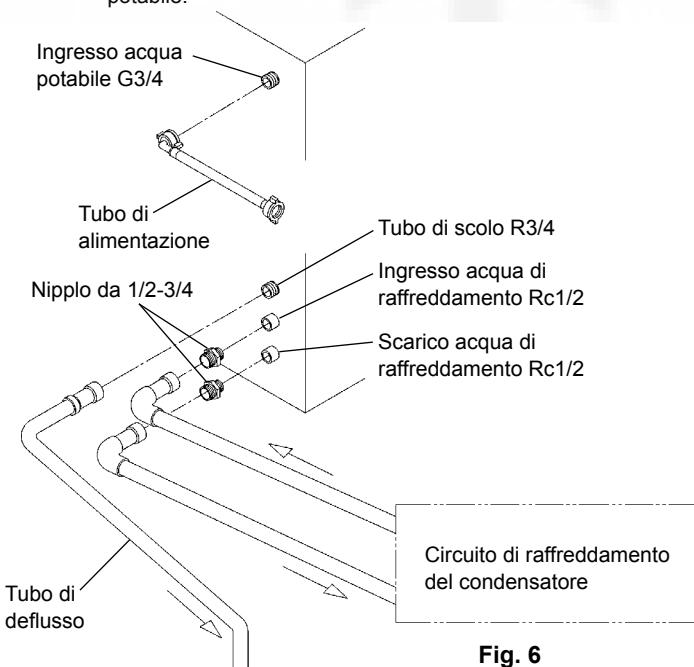

Fig. 6
- * La Hoshizaki raccomanda di collegare il condensatore a un sistema di raffreddamento a circuito chiuso con ricircolo servendosi di un raffreddatore a torre o equivalente (v. Fig. 6 e 7). La formazione d'acqua dovrebbe avvenire tramite un serbatoio di interruzione o una valvola a sfera.
[a] Collegamenti conformi alla normativa WRC in vigore nel Regno Unito (Fig. 6 e 7)
5) Collegare il circuito di raffreddamento del condensatore alle estremità libere dei nippesi da 1/2-3/4 (Fig. 6) servendosi di un tubo rigido adatto. Utilizzare nastro in PTFE o altri sigillanti adatti per ottenere un'adeguata tenuta.